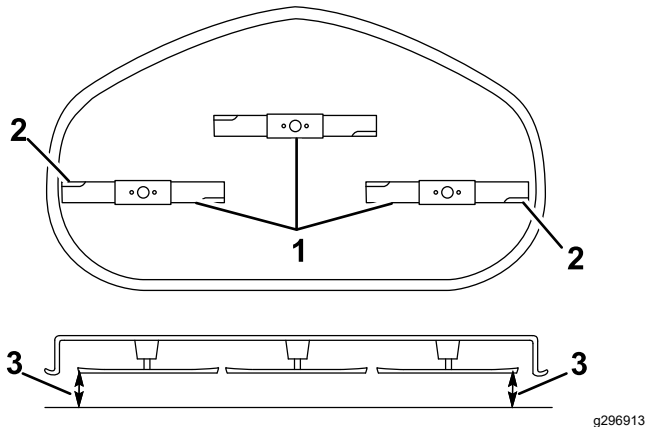

Figura 58
- Mida entre los bordes de corte exteriores y la superficie plana (Figura 58).